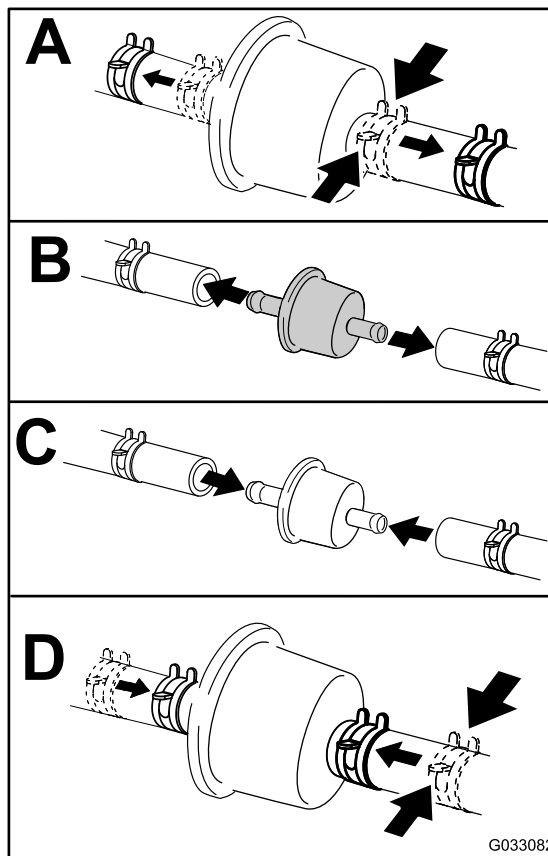

Bild 54
3. Tauschen Sie den Kraftstofffilter aus (Bild 54).